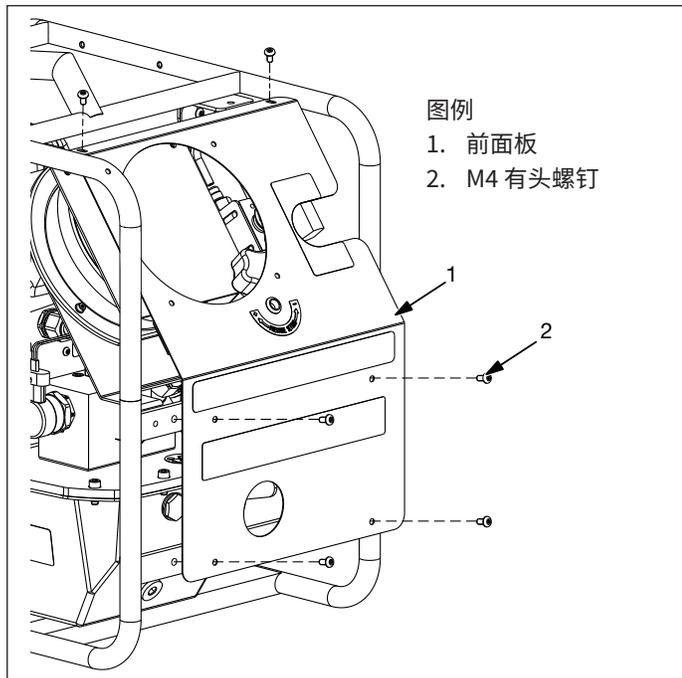

图 9, 前面板
4. 拆下将前面板固定在圆钢护栏上的六个 M4 有头螺钉。将前面板拆下,以便能够看到内部。参见图 9。